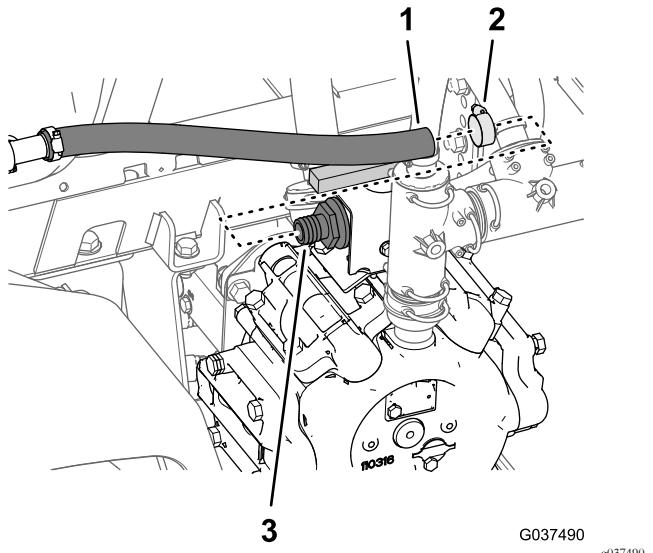

Figura 32
- Retire o tubo de fornecimento de agitação da união estriada (Figura 32).
- Na bomba do pulverizador, retire a braçadeira de tubo que prende a tubagem de fornecimento de agitação à união estriada da válvula de esfera (Figura 32).